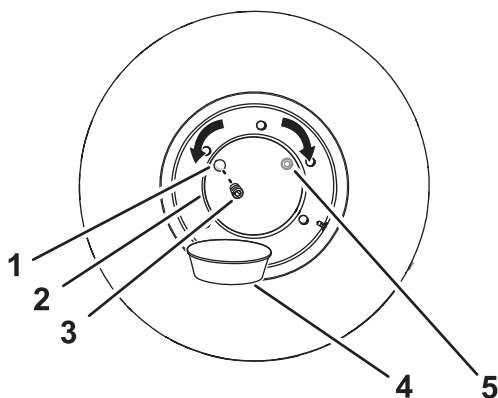

Figura 93
2. Mova a máquina para a frente ou para trás até que o tampão para o cubo da roda se encontre na posição das 10 ou das 2 horas (Figura 93).
4. Coloque um recipiente de drenagem por debaixo da porta de drenagem no cubo da roda (Figura 93).
5. Retire o tampão do cubo da roda (Figura 93).
6. Verifique se o nível do óleo se encontra na parte inferior das roscas da porta de óleo (Figura 93).
8. Instale o tampão na porta de óleo do tampão da roda (Figura 93).
1. Mova a máquina para a frente ou para trás até que o tampão para o cubo da roda se encontre na posição das 12 ou das 2 horas; consulte Figura 93 na Verificação do nível de óleo nos cubos das rodas (página 68).